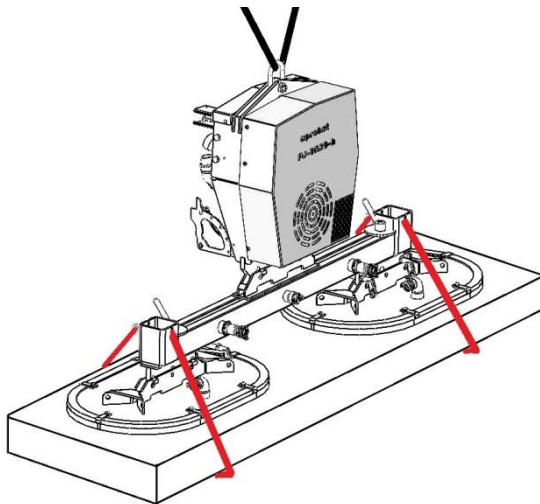

Abb. 1
Die Saugplatten müssen immer den *gleichen* Abstand (A) zur senkrechten Mittelachse der Traverse haben (siehe Abbildung 1 bzw. Abb. 2A).
- Beide Sicherheitsketten auf der anderen Seite des Gerätes **straff** einhängen, wie im Bild 1 dargestellt. (Kettenenden in den Kettenkästen verstauen).
- Sicherheitsketten **müssen straff an der Last anliegen**, damit bei **Vakuumausfall/Verlust** (z.B. bedingt durch Energieausfall) die Last durch die Sicherheitsketten gehalten wird (Abb. 1).